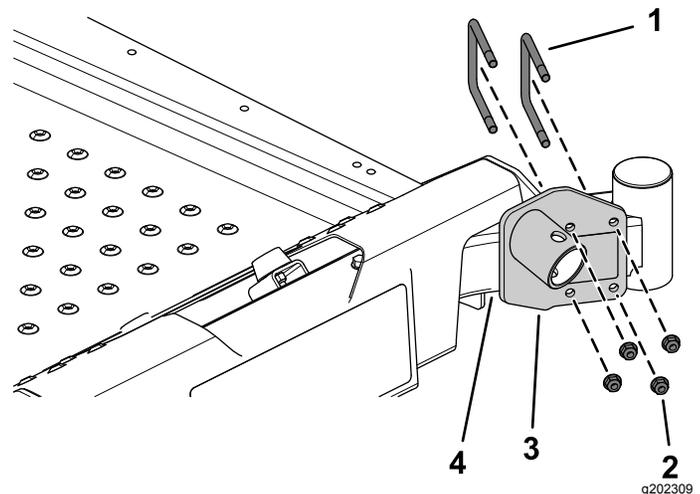

Figure 1
3. Fixez le support du cric au tube d'essieu avant gauche à l'aide de 2 étriers filetés et de 4 écrous à embase (Figure 1).